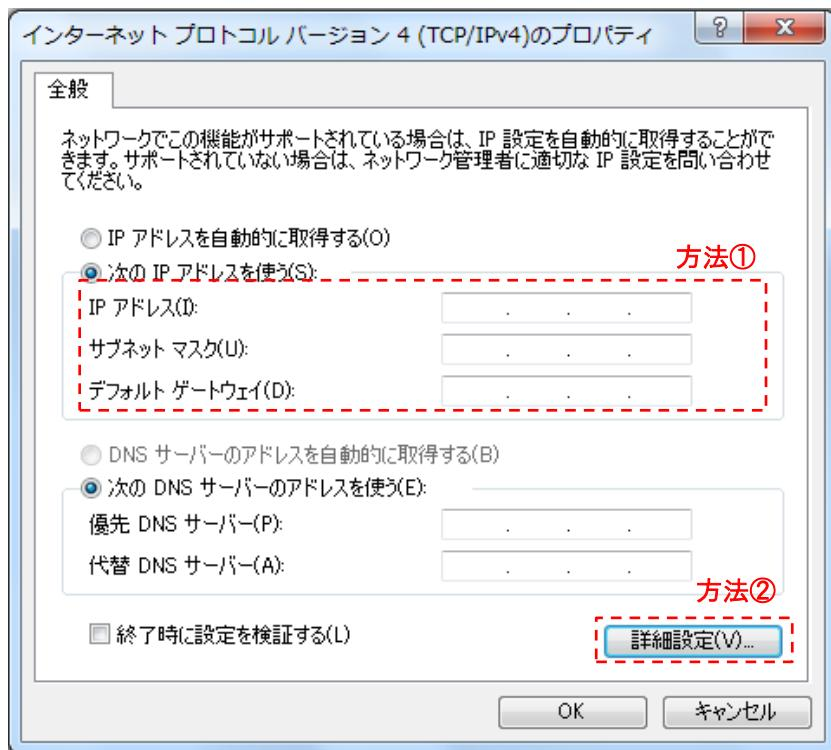

図3-7 インターネットプロトコルバージョン4(TCP/IPv4)のプロパティ画面
手順④：インターネットプロトコルバージョン4(TCP/IPv4)のプロパティ画面より、TCP/IPの設定が行えます。このとき、TCP/IPの設定方法として①と②の2通りの方法があります。(図3-7)